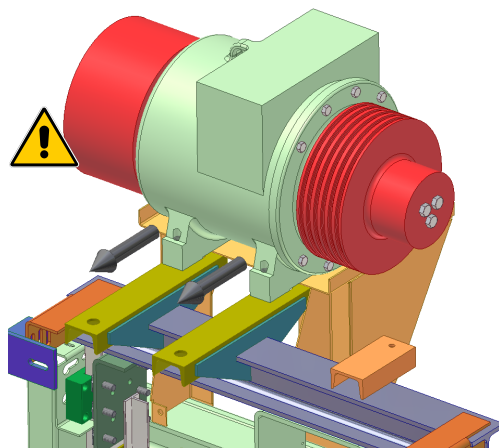

Fig.9
- Svincolare l'argano dal telaio di sollevamento e spingerlo in posizione corretta sopra il telaio in testata. (**fig. 9**)